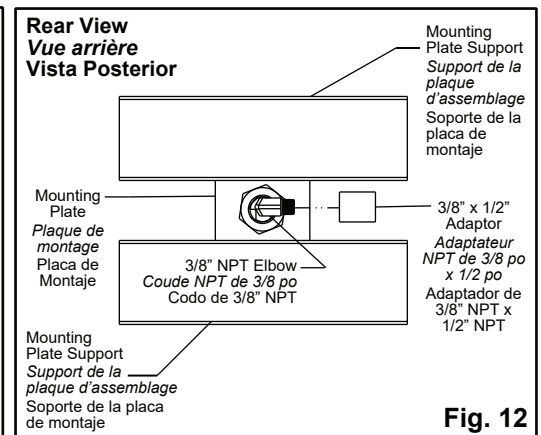

Fig. 12
12. Attach 3/8" NPT x 1/2" NPT adaptor to 3/8" elbow. See Figure 12.
12. Attachez l'adaptateur NPT de 3/8 po x 1/2 po au coude de 3/8 po. Voir la figure 12.